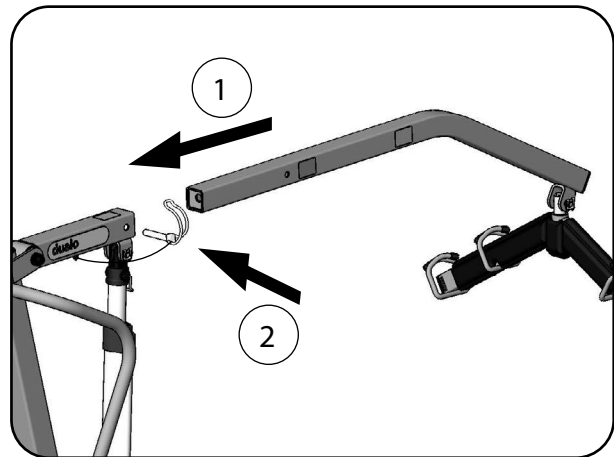

Abb. 8.9.02 - Hebearm standard einstecken
3. Stecken Sie den Hebearm standard in die Hebearmaufnahme (Abb. 8.9.02).
4. Sichern Sie den Hebearm standard mit dem Rohrklappstecker (Abb. 8.9.02).